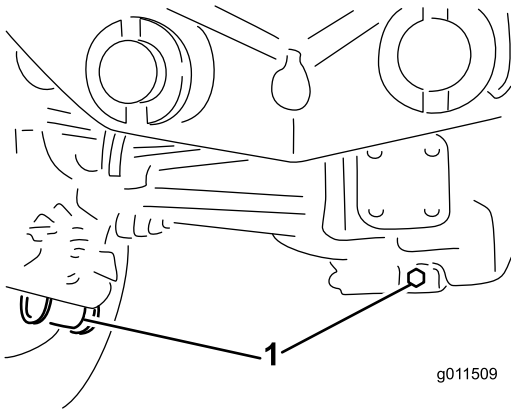

Figura 86
2. Limpie la zona alrededor de los tres tapones de vaciado, uno en cada extremo y uno en el centro (Figura 86).